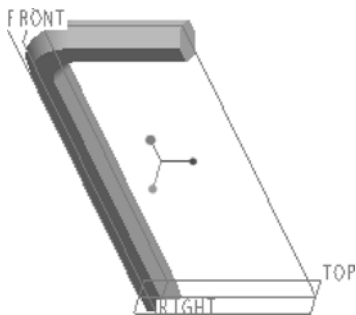

图 3-139 扳手模型
- (5) 上机操作：绘制如图 3-139 所示的扳手模型，具体尺寸由读者自行确定。